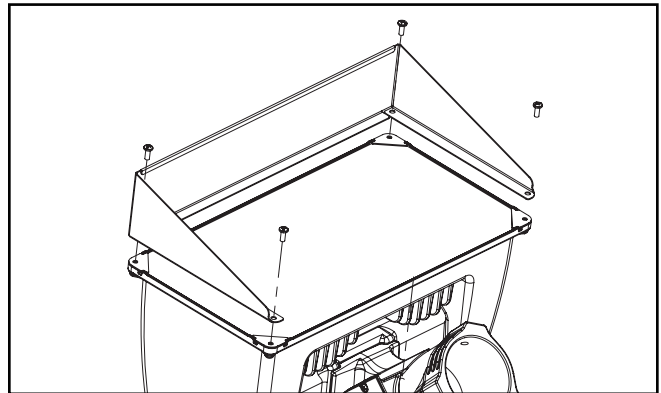

Figure 8.
Visière (Figure 8).
1. Desserrez et retirez les quatre (4) vis à tête cruciformes 10-24 situées sur la face du luminaire et conservez-les.
2. Alignez la visière sur le dessus des pinces de lentille avec les quatre (4) trous existants. (Figure 8.)
3. Serrez à nouveau les quatre (4) vis à tête cruciforme 10-24 de l'étape 2 à la face du luminaire.